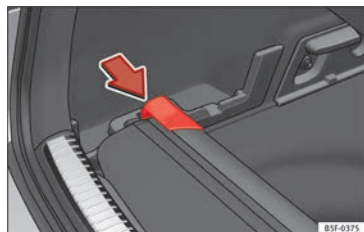

Fig. 123 No porta-bagagens: alojamento para guardar a chapeleira.
- Pressione a cabeça da chapeleira no sentido da seta até a encaixar no alojamento previsto para essa utilização » **Fig. 123**.